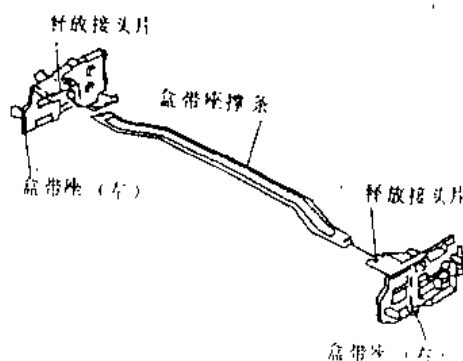

图 1-17
(8) 拆卸盒带座 (左/右)
步骤: ①释放左右两个盒带座的 2 个接头片, 如图 1-17 所示。
②分离左右两个盒带座。